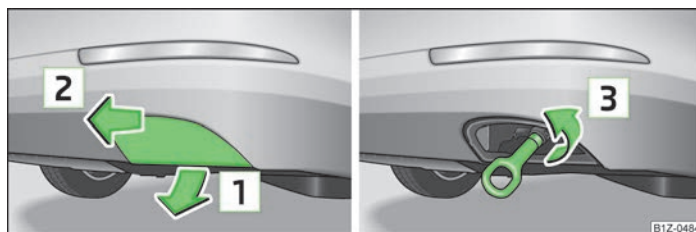

Fig. 157 Bara de protecție din spate: demontarea capacului / bara de protecție spate: montarea inelului de remorcare
- Apăsând în jos în sensul indicat de săgeata **1** » fig. 157, deblocați partea de jos a capacului.